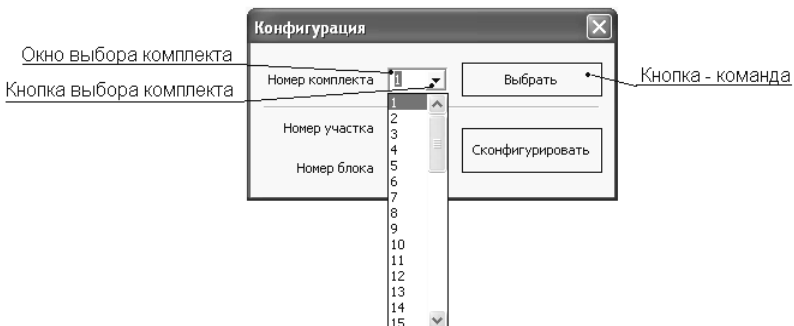

Рисунок 1.18 – Окно «Конфигурация»
- выбрать «Конфигурация» в меню «Настройки», отобразится окно, рисунок 1.18;